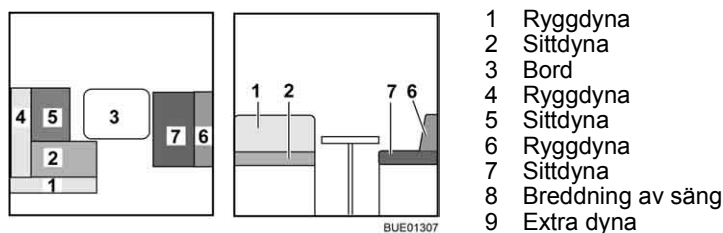

Bild 144 Före ombyggnaden
- Bygg om bordet (Bild 144,3) till sängbotten (se avsnitt 6.11).
- Tag bort ryggdynan (Bild 144,1) och lägg den åt sidan.